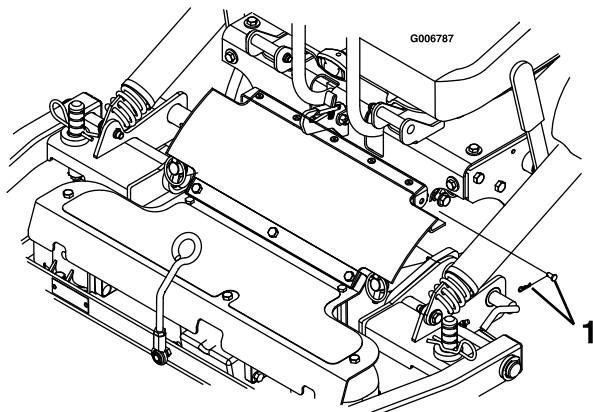

Figura 71
7. Retire el pasador de horquilla y la chaveta de ambos lados del protector de la TDF (Figura 71).
6. Alinee la parte superior del protector de goma de la TDF con las pestañas de la parte delantera de la consola, y sujete el conjunto con un pasador de horquilla y una chaveta en cada lado (Figura 71).